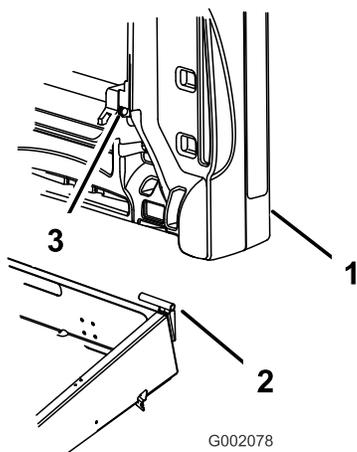

Figura 12
3. Deslice el taladro de montaje de la plataforma de carga sobre el soporte del pivote (Figura 12).